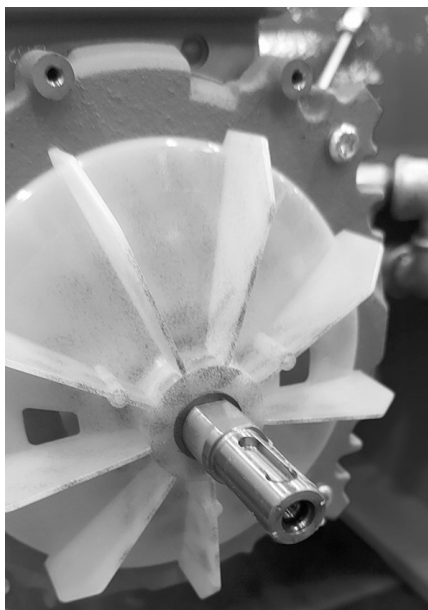
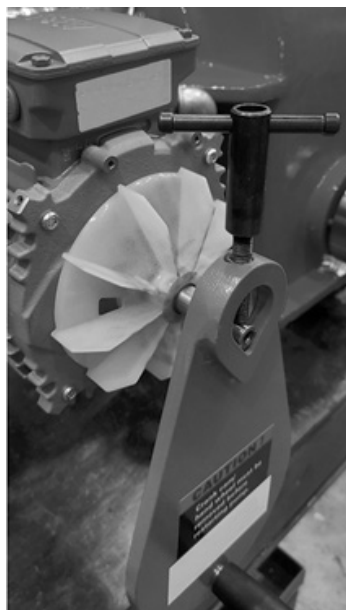

Abbildung 8.
Abbildung 9.
2. Montieren Sie die Kurbel an der Welle auf der Rückseite des Getriebemotors (siehe Abbildung 8 und Abbildung 9).
3. Drehen Sie den Rotor mit der Kurbel in seine oberste Position und achten Sie darauf, dass der obere Teil des Schlauchs, der sich außerhalb der Pumpe befindet, nicht wieder in das Pumpengehäuse eintritt (siehe Abbildung 9).